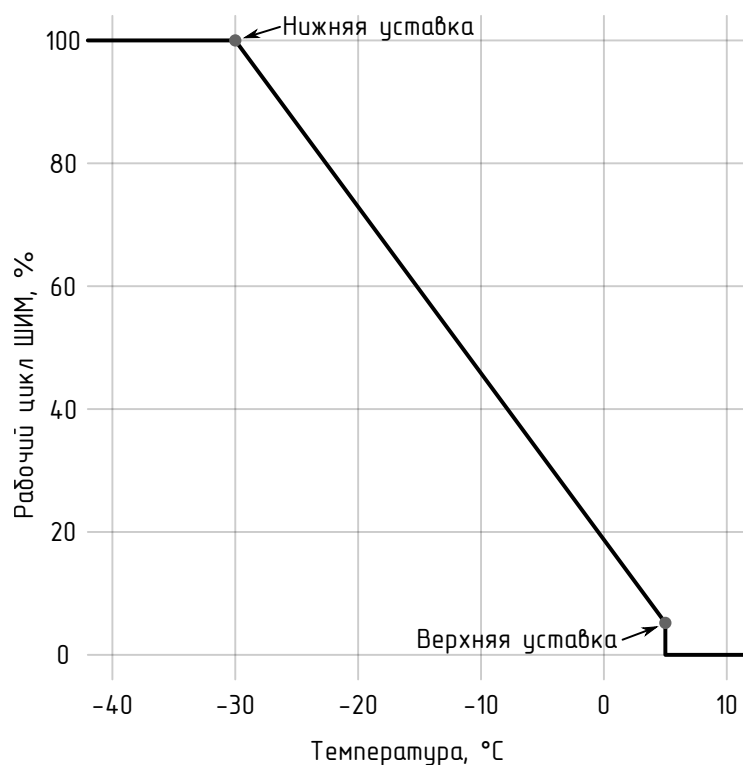

Рисунок 2.1 – Режим работы «Пропорциональный ШИМ»
- **«Пропорциональный ШИМ» («PWM Proportional»)**. Длительность рабочего цикла ШИМ линейно интерполируется между верхней и нижней уставками в зависимости от показаний датчика(ов) температуры (см. рисунок 2.1). Для каждой уставки задаются температура и соответствующая длительность рабочего цикла.